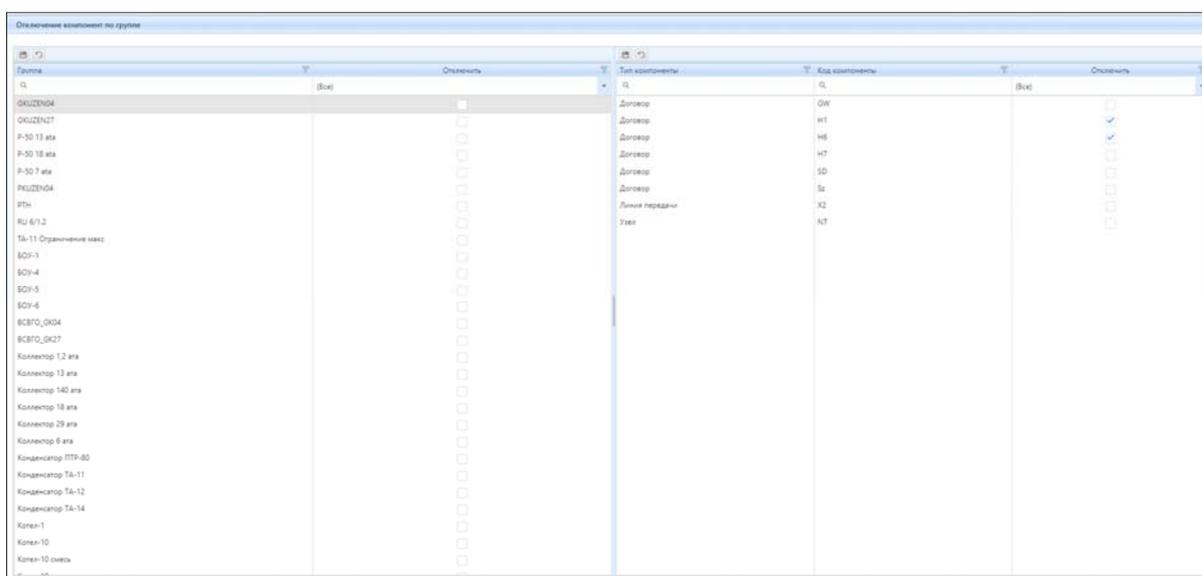

Рисунок 4.3.21 – Визуализация окна «Отключение компонент»
2. с помощью кнопки (б) «Отключение компонента» (рис. 4.3.3), в появившемся окне «Отключение компонента по группе» имеется возможность отключения как целых групп, так и отдельных компонентов (рис. 4.3.21).
При отключении не забудьте нажать кнопку «Сохранить» (рис. 4.3.21).